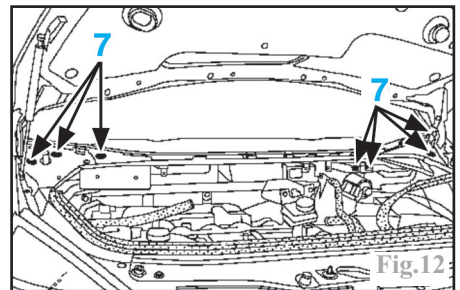

Fig.12
Déposer les vis (7) fixant le mécanisme de l'essuie-vitre (Fig.12).